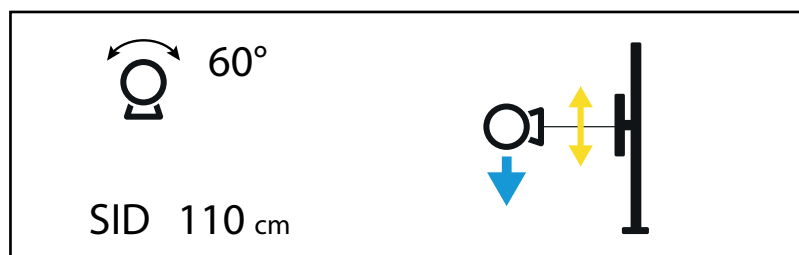

Fig. 3-12 Suivi automatique, support mural
2. L'icône du *suivi automatique, support mural* est affichée sur l'écran du porte-tube suspendu.**Fig. 3-12**